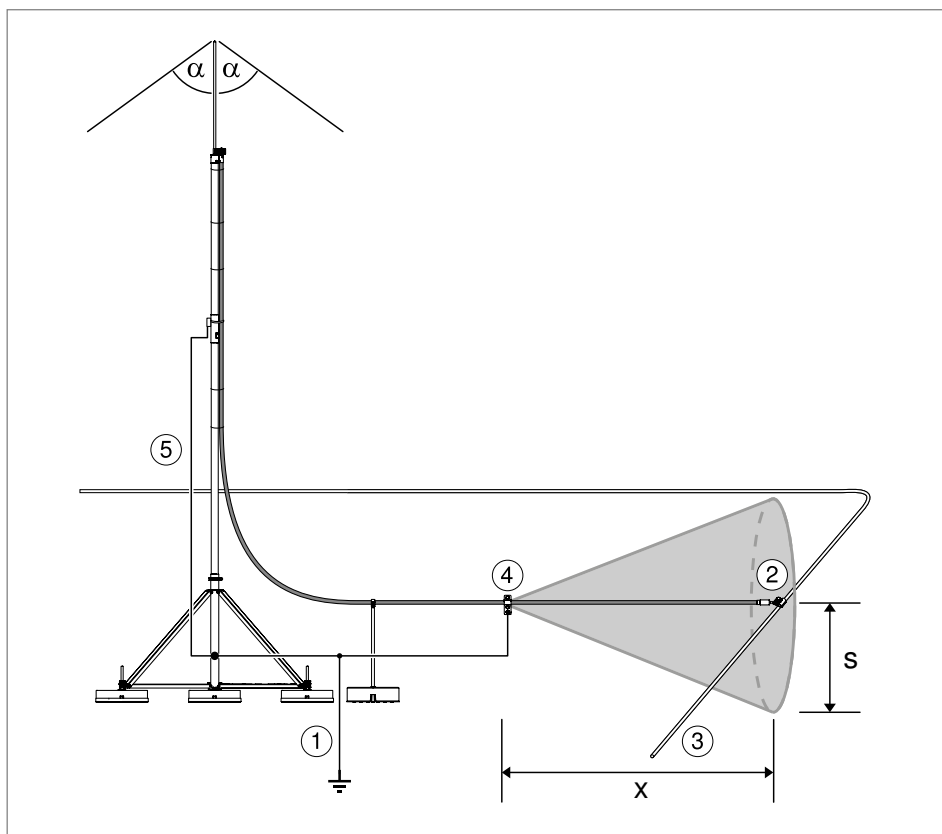

Abb. 52: Mindestabstand (x) zwischen Anschlusselement und Potentialausgleich
Die schwarze, schwach leitfähige Schicht der isCon®-Ableitung muss in den Schutzpotentialausgleich des zu schützenden Objektes (siehe Abb. 52 Nr. ①) eingebunden werden. Dabei ist wichtig, dass zwischen dem Anschlusselement der isCon®-Ableitung ② an der blitzstromführenden Leitung ③ und der davor liegenden Potentialanschlussklemme ④ ein bestimmter Mindestabstand (x) eingehalten wird, um eine Gleitentladung entlang der hochspannungsfesten isCon®-Ableitung zu verhindern.
Hinweis! *Der Mindestabstand (x) ergibt sich aus dem berechneten Trennungsabstand (siehe „6.2 Trennungsabstand berechnen, prüfen und einhalten“ auf Seite 26). Verwenden Sie die **Formel** $x = s * 2$, um den minimal erforderlichen Abstand (x) zu berechnen (siehe auch Abb. 52).*